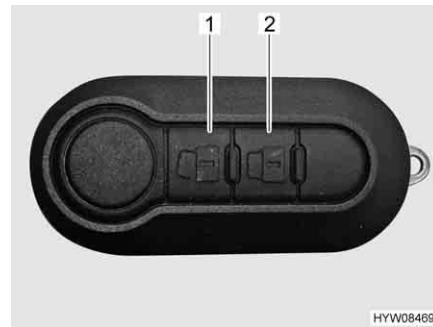

Fig. 42 Télécommande du verrouillage centralisé
- Appuyer une fois brièvement sur la touche  (Fig. 42,1). Les serrures de porte sont déverrouillées.
- Appuyer une fois brièvement sur la touche  (Fig. 42,2). Les serrures de porte sont verrouillées.